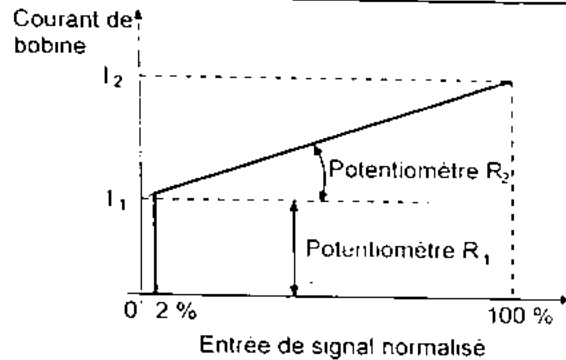

Figure 1: caractéristique $I(U)$
- potentiomètre d'amplification R_2 pour fixer la pente de la caractéristique $I(U)$ et ainsi du courant maximal I_2 , respectivement du débit pouvant être atteint (pour le signal normalisé maximal, par ex. 10 V)(figure 1)
- le déclenchement du point zéro garantit une fermeture élanche de la vanne pour un signal d'entrée $< 2\%$ de la valeur maximale; à cet effet, le courant de bobine est mis électriquement à zéro pour des signaux d'entrée inférieurs à ce seuil (par ex. 0,2 V pour entrée de signal normalisé 0-10 V) (figure 1).